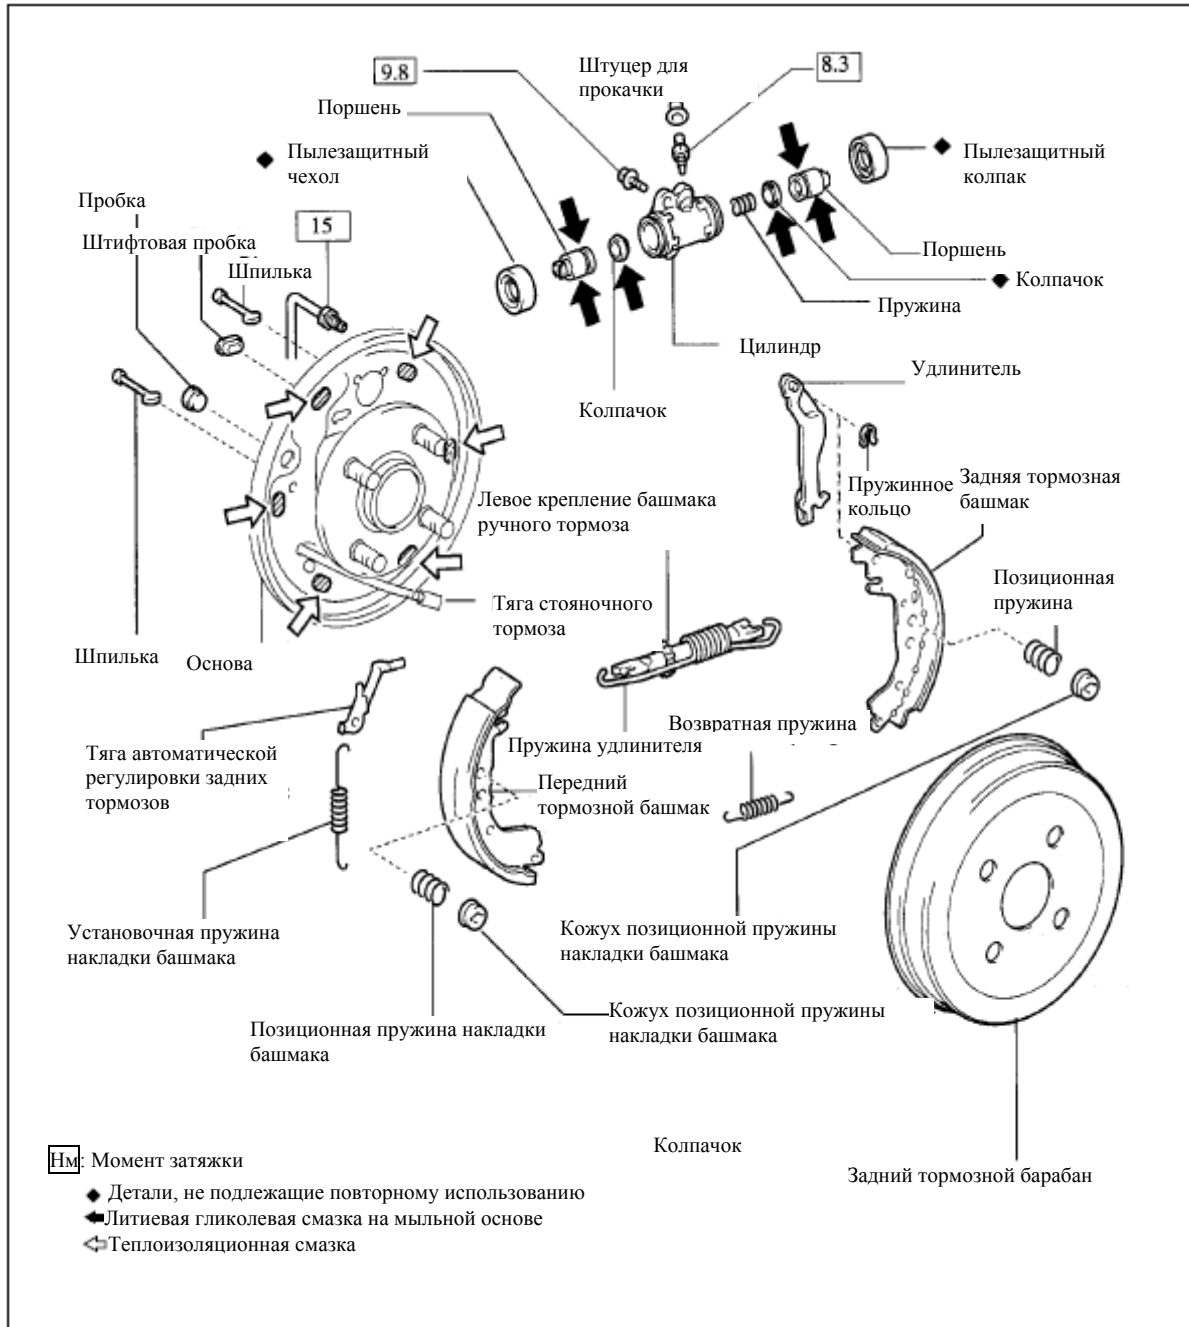

Рис. 288
(1) Установите тормозной цилиндр передних колес с помощью двух болтов. (рис. 288) Момент затяжки: 34 Нм.